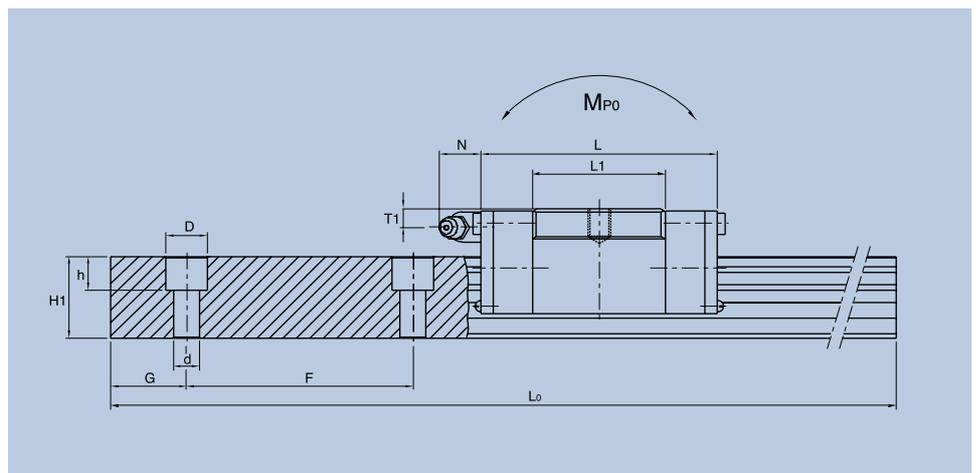

Figura 42
3. Parallelismo P	riferimento figura 42